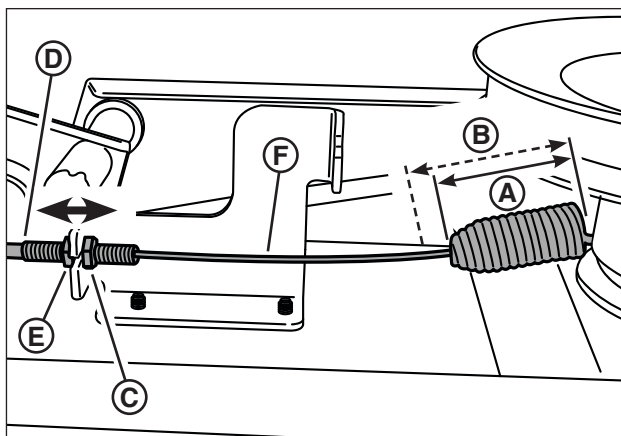

Figure 41: Réglage du câble de PDF (courroie de lame de tondeuse) (composants retirés pour la clarté de l'illustration)
2. La machine étant arrêtée et la lame de tondeuse étant débrayée (se reporter à « Comment embrayer la lame de tondeuse »), mesurer le corps comprimé du ressort d'embrayage de lame (A, Figure 41).
3. Embrayer la lame de tondeuse et mesurer le ressort de lame quand il est relâché (B). Sa longueur doit être entre 1 cm (3/8 po) et 1,3 cm (1/2 po) plus longue que lorsqu'il est comprimé (lors de l'étape 2).
4. Si un réglage est nécessaire, débrayer la lame de tondeuse, desserrer le contre-écrou arrière (C) attachant le logement du câble de PDF (D) et régler le logement du câble en le rentrant ou en le sortant à l'aide du contre-écrou avant (E).